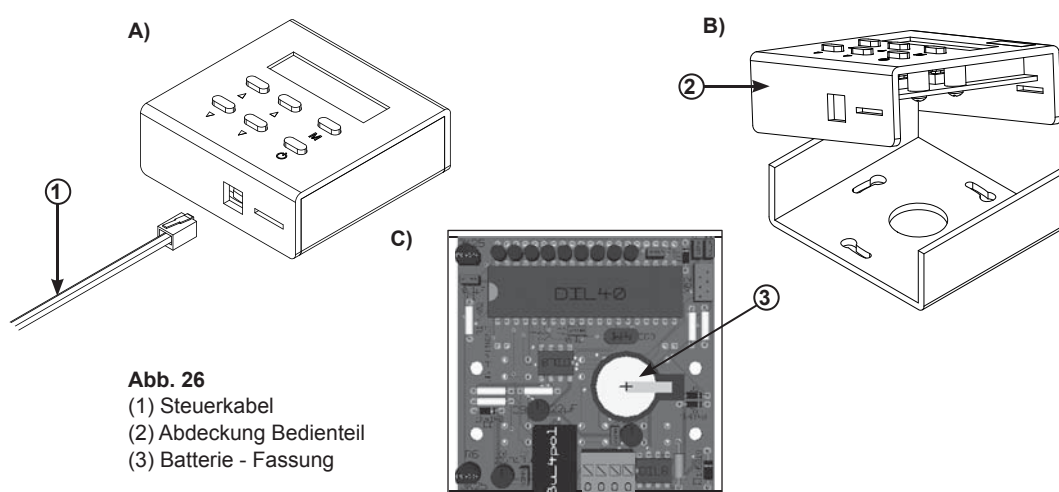

Abb. 26
- Trennen Sie das Steuerkabel (1) vom Bedienteil.
- Öffnen Sie das Bedienteil indem Sie die Abdeckung (2) anheben.
- Die Fassung (3) für die Batterie liegt auf der Platine. Entnehmen Sie die Batterie und ersetzen sie sie gegen eine neue, wie in Abb. 26 C dargestellt.